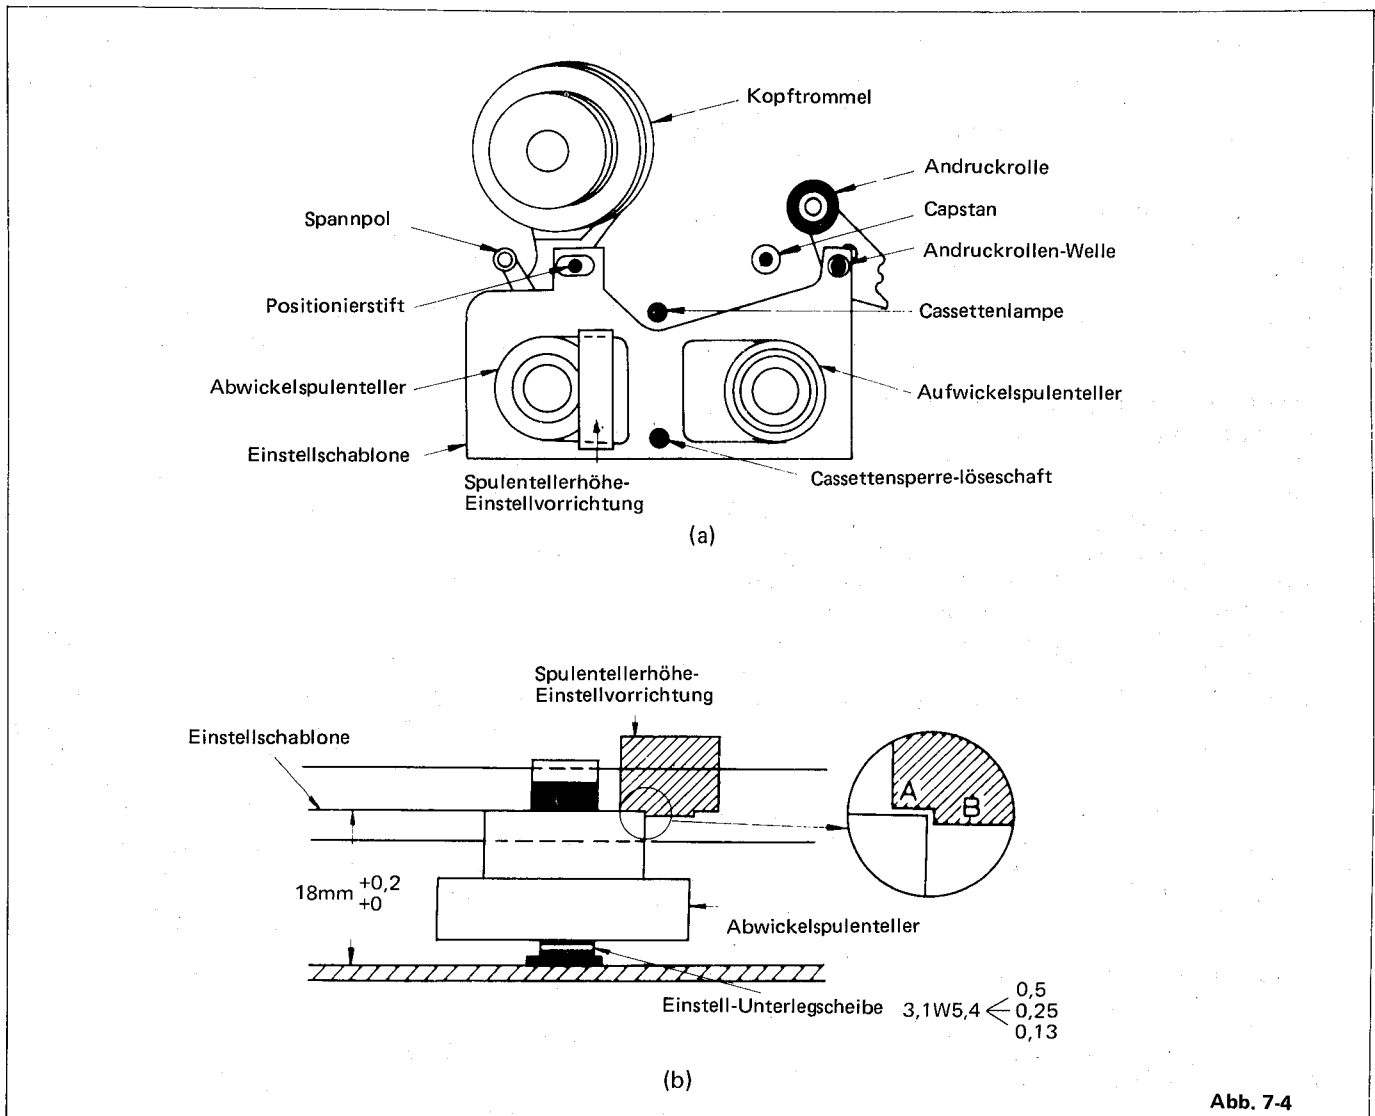

Abb. 7-4
- 1) Das Cassettengehäuse abbauen. Die Einstellschablone, wie aus Abb. 7-4 (a) ersichtlich, in den Mechanismus einsetzen. Hierbei vorsichtig verfahren, um eine Berührung der Kopftrommel zu vermeiden.
- 2) Mit der Spulentellerhöhe-Einstellvorrichtung überprüft man, ob der Spulenteller niedriger ist als A und höher als B (siehe Abb. 7-4(b)). Falls dies nicht der Fall ist, stellt man die Höhe mit der Höheneinstell-Unterlegscheibe